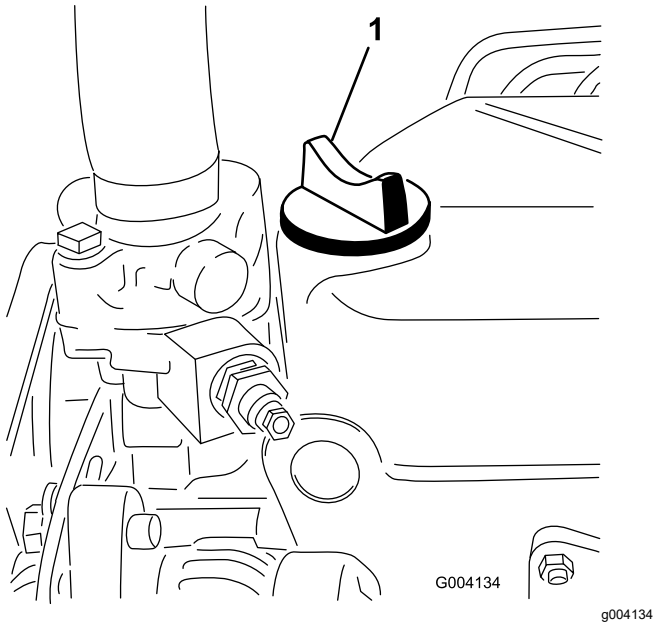

Figura 60
- Si el nivel de aceite está por debajo de la marca LLENO, retire el tapón de llenado (Figura 60) y añada aceite hasta que el nivel llegue a la marca LLENO.